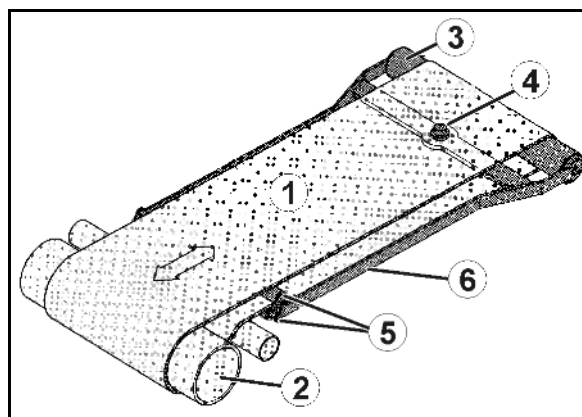

Fig. 72
1. Deșurubați ambele apărători (Fig. 72/1) de pe partea interioară a tamburului de frânare.
Murdăria pătrunsă se poate depune pe garniturile de frână (Fig. 72/2) diminuând considerabil performanțele la frânare.